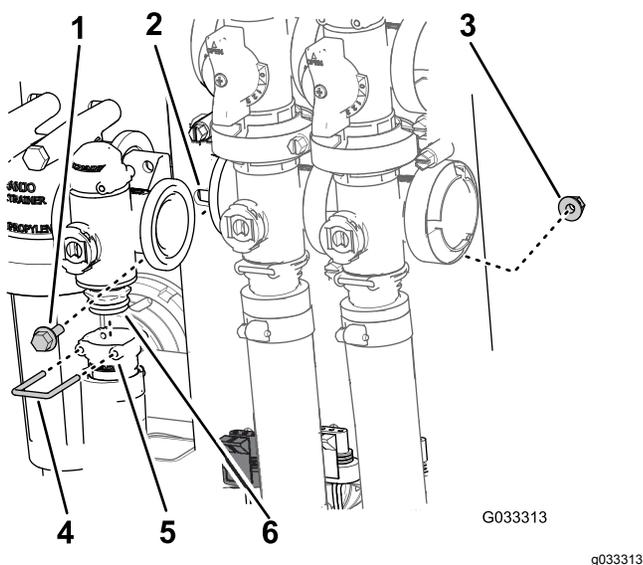

图63
2. 拆下将出口接头固定至喷洒率控制阀歧管的卡环图63。
3. 卸下将喷洒率控制阀固定至阀安装座的2个凸缘头螺栓和2个凸缘锁紧螺母然后从机器中拆下阀歧管图63。